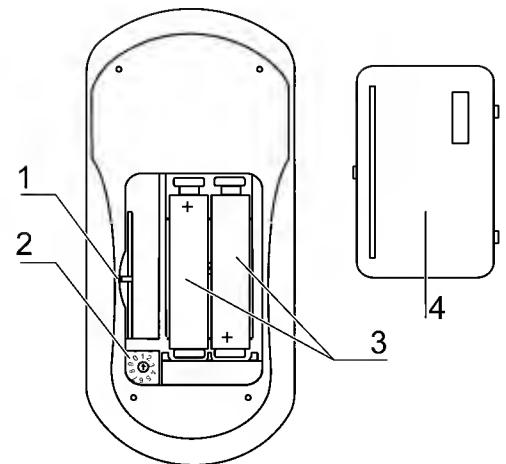

Abb. 12
1. **Abb. 12:** Deckel [4] des Batteriegehäuses an der Unterseite der Fernbedienung öffnen. Der Deckel ist lediglich aufgesteckt und kann mit einem spitzen Gegenstand an der Einkerbung [1] abgehoben werden.